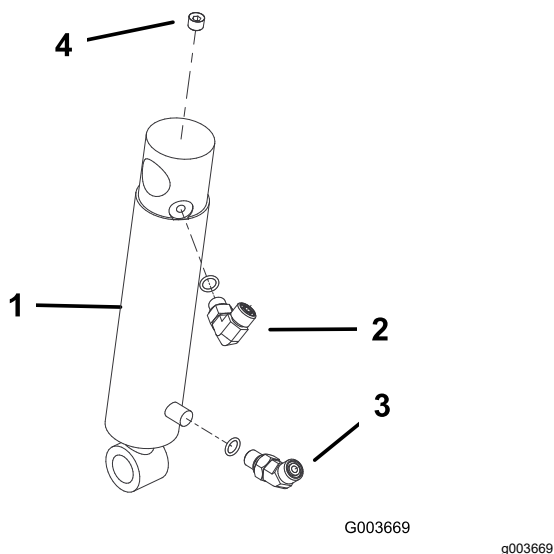

图 17
1. 将 90°接头拧入液压油缸的上端口。如图 17 所示放置接头。
2. 将 45°接头拧入液压油缸的下端口。如图 17 所示放置接头。